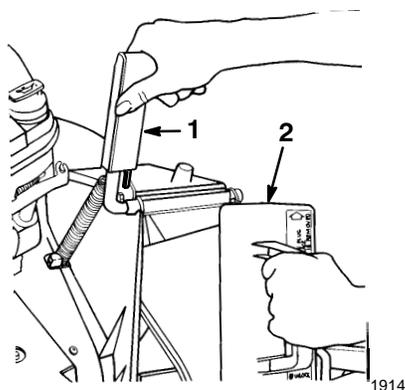

Figure 5
2. Tirer la poignée du volet d'éjection vers l'arrière pour ouvrir le volet (Fig. 5).
4. Insérer l'obturateur en le faisant légèrement pivoter vers la droite (Fig. 5).